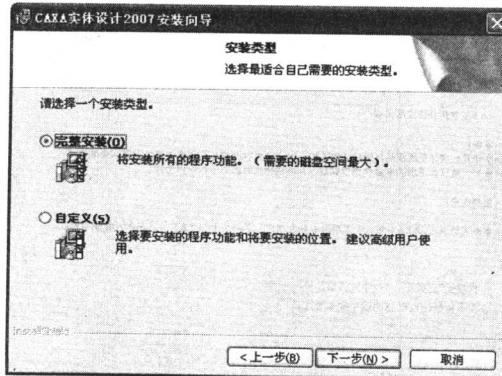

图 1-7 【安装类型】界面
(6) 单击【下一步(N)>】按钮进入【安装类型】界面，选中【完整安装】单选按钮，如图 1-7 所示。